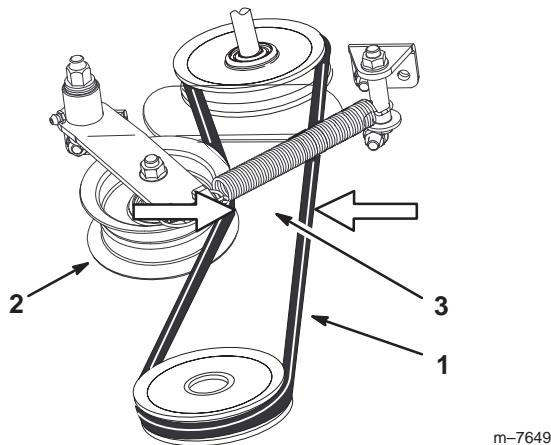

Figure 14
1. Une fois la courroie du bac de ramassage tendue, mesurez l'écartement comme illustré à la Figure 14 au niveau de la poulie de tension (Fig. 14). Il doit être compris entre 44,5 et 54 mm. Si l'écartement est différent, passez à l'étape suivante.